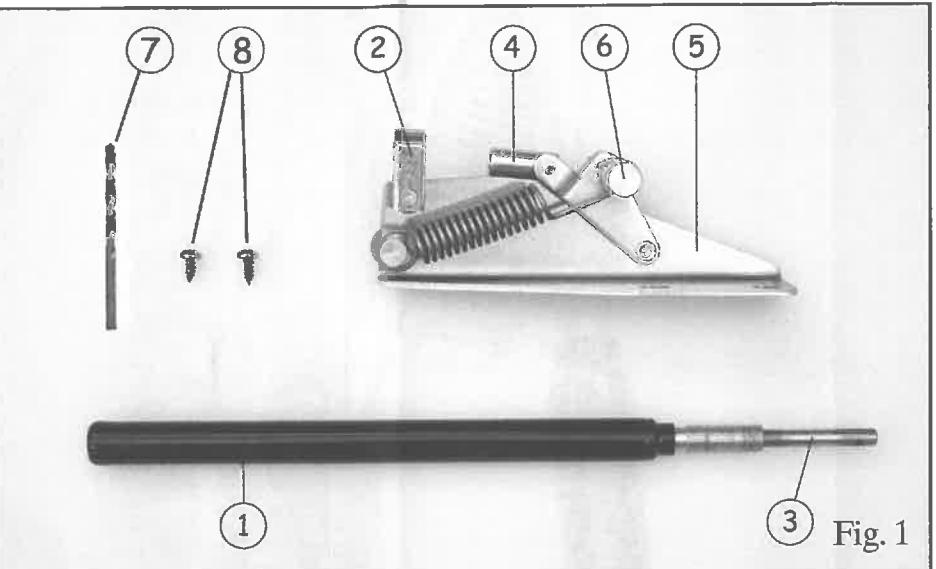

Fig. 1
COMPONENTS : SEE FIG.1+2
KOMPONENTEN: Siehe Abb.1.
- Voir figure 1